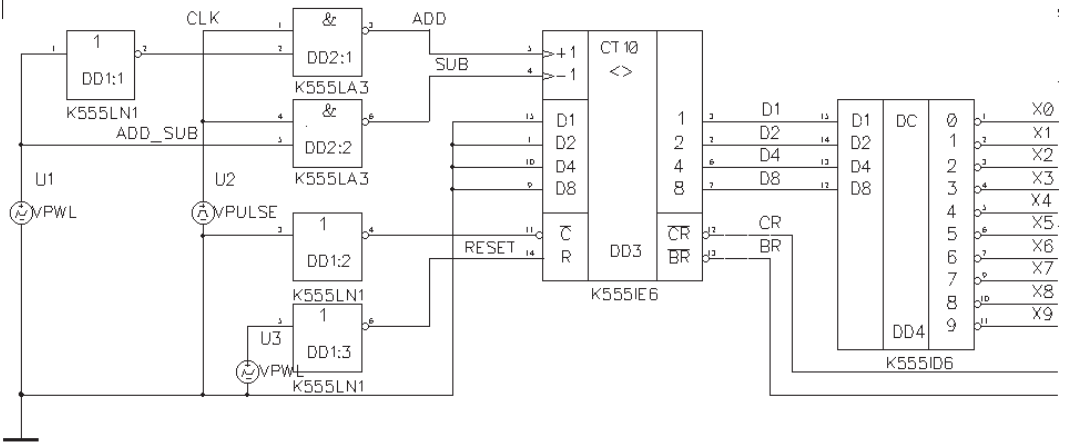

Рис. 8.54. Схема реверсивного счетчика с дешифратором
Рассмотрим еще один пример — схема построена на отечественных микросхемах: счетчика K555IE6 и дешифратора на 10 выходов K555ID6 (рис. 8.54).
- с источника U3 типа VPWL на инвертор DD1.3 и далее, с его выхода, на R-вход счетчика подается импульс начальной установки (рис. 8.54, **RESET**);
- с источника U2 типа VPULSE на входы вентилях DD2.1, DD2.2 подаются тактовые импульсы с частотой следования  $10^7$  имп./с (рис. 8.54, **CLK**);
- с источника U1 типа VPWL непосредственно на вход DD2.2 и через инвертор DD1.1 на вход DD2.1 подается логический сигнал, переключающий подачу тактовых импульсов на входы суммирования и вычитания счетчика DD3 (рис. 8.54, **ADD\_SUB**).